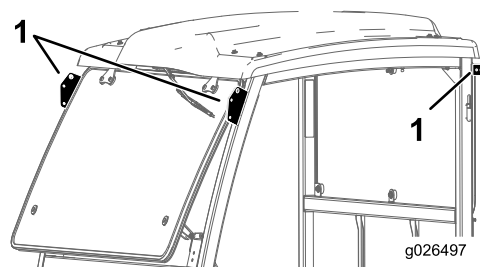

Figure 5
- Levez le cadre de la cabine par les points de levage et placez-le sur la machine (Figure 5).